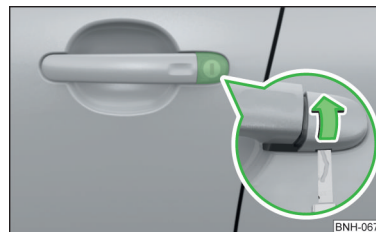

Fig. 171
- Introduceți cheia în fanta din partea de jos a capacului » fig. 171 și rabatați capacul în sensul săgeții.